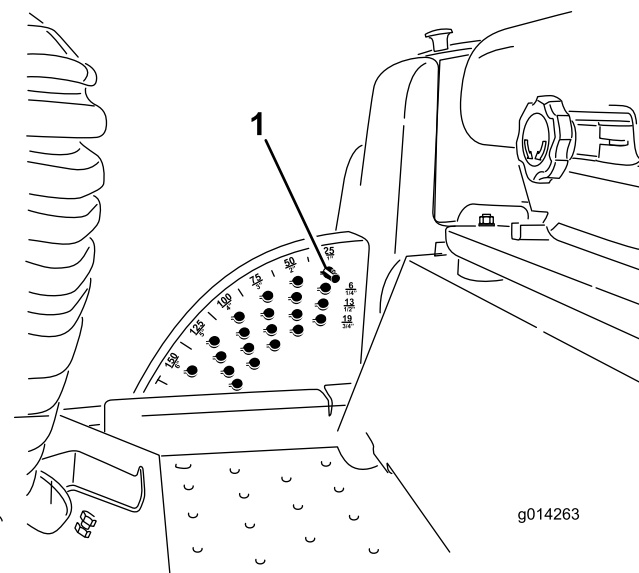

図 21
1. エンジンが回転している状態で、カッティングユニット昇降スイッチの後側を押し、ユニットが完全に上昇したら 直ちにスイッチから手を離す 図 21。
2. 刈高ピンを回して刈高設定穴のスロットとが整列したところでピンを抜き取る 図 21。
3. 刈高ブラケットについている穴から、希望する刈高に対応する穴を見つけ、その穴にピンを通し、ピンを回してロックする (図 21)。
注 穴は全部で4列あります 図 21。外周側の列は、外周部に刻印されている通りの刈高の穴です。2 列目の穴は、それぞれ 1 列目プラス 6 mm の刈り高となります。3 列目の穴は、それぞれ 1 列目プラス 12 mm の刈り高となります。一番下の列の穴は、それぞれ 3 列目プラス 18 mm の刈り高となります。刈高 158 mm だけは例外で、2列目のはずれにあります。この穴にセットすると 刈高 158 mm となります 6 mm アップにはなりません。